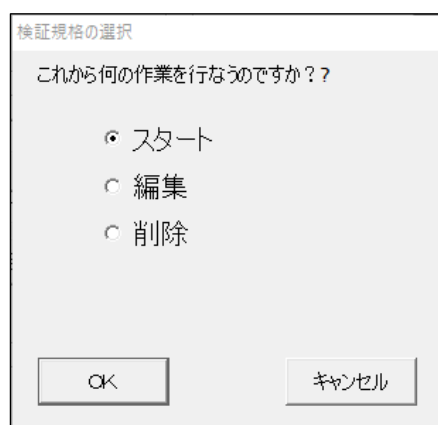

図10: 「スタート」、「編集」、または「削除」を選択
9. 上記の手順3で「既存のフォーマットを選択」を選択した場合は、ラベルのグレード評価を開始するか、選択したテンプレートを編集するか、選択したテンプレートを削除するかを選択できます（図10）。